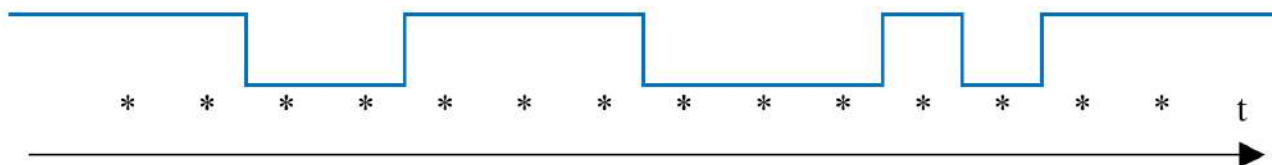

Рис. 3. Переданное сообщение
10.4. Плата Arduino Nano переключилась на скорость 9600 в режим: старт-бит, 8 бит данных, бит четности в режиме E (even – суммарное количество единиц в данных и бите четности четное), стоп-бит одинарной длины. При включении было передано сообщение, показанное на рис. 3 (точками обозначены моменты считывания сигнала).